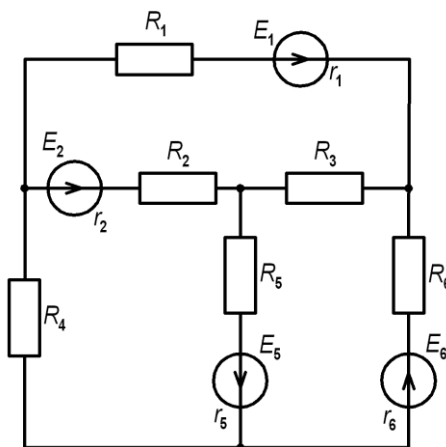

Рис. 4.
**Задача 4.** Для схемы сложной электрической цепи (рис. 4) требуется: